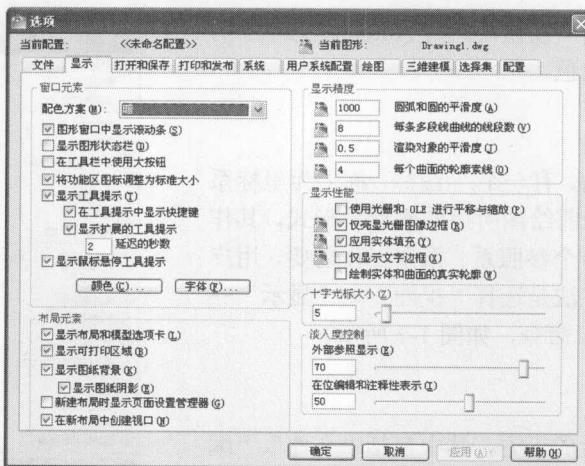
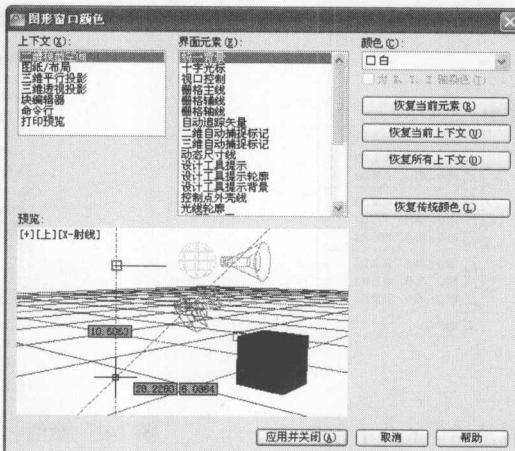

图 1-5 “选项”对话框中的“显示”选项卡
图 1-6 “图形窗口颜色”对话框
小进行调整，如图 1-5 所示。
(1) 在如图 1-5 所示的“显示”选项卡中单击“窗口元素”选项组中的“颜色”按钮，打开如图 1-6 所示的“图形窗口颜色”对话框。